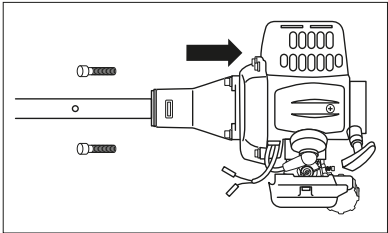

рис. 4
4. Установите штангу в сборе на двигатель, используя четыре винта (рис. 4). При этом выходной вал редуктора и бензобак должны располагаться с одной стороны.